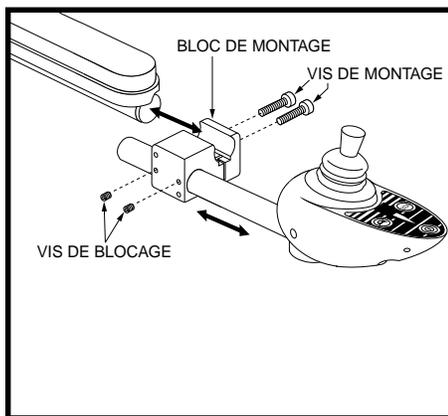

Figure 26. Réglage de la position du contrôleur (Standard)
4. Desserrez les vis sur le bloc de montage du contrôleur. Voir la figure 26.
2. Desserrez les deux vis de blocage situées sur le bloc de montage du contrôleur. Voir la figure 26.